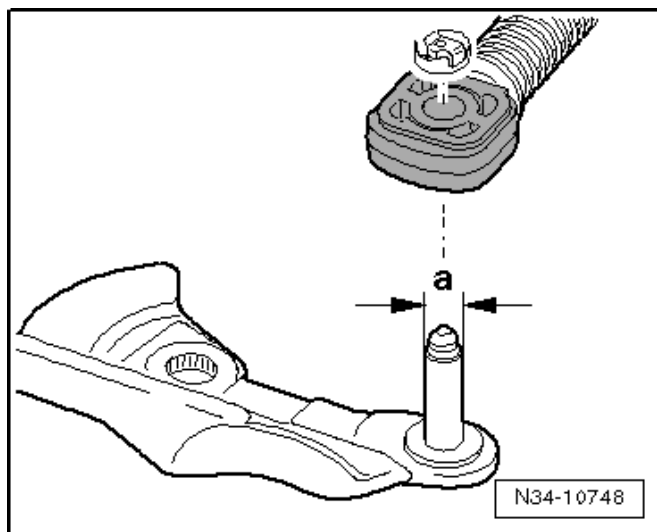

Abb. 5: Einbaulage Getriebebeschalthebel/Umlenkhebel ►
- ☐ Einbaulage ⇒ Abb. 5 in **34-1** Seite 14